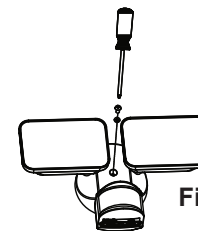

Fig. 5
06. Placez le luminaire sur la traverse. Montez-le sur la traverse à l'aide de l'écrou (partie 4) et de la vis (partie 2). Assurez-vous de ne pas trop serrer l'écrou. Assurez-vous que la tête du détecteur de mouvement n'est pas à l'envers. faites pivoter le détecteur de mouvement de sorte que le détecteur fait face à la zone de détection (voir fig. 5).